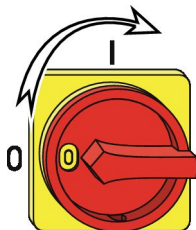

Рис. 18: Как включить главный сетевой выключатель
1. ▶ Поверните главный сетевой выключатель установки (Рис. 18) в положение 'I'.